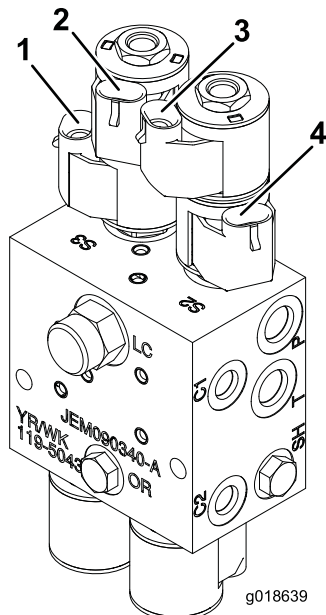

Bild 22
- Schließen Sie die Anschlüsse „Left Boom/Up“, „Left Boom/Down“ am Kabelbaum an den Stromspulen am Hydraulikblock an (Bild 22).